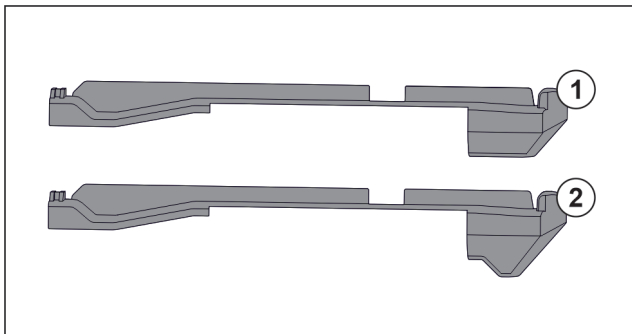

Fig. 123 Comparación de las piezas de acoplamiento
En el aparato hay dos piezas de acoplamiento distintas. La pieza de acoplamiento situada por encima del cajón inferior Fig. 123 (2) tiene un borde triangular. Todas las demás piezas de acoplamiento Fig. 123 (1) tienen un borde recto.
- ▶ Coloque la pieza de acoplamiento Fig. 123 (2) con borde triangular sobre el cajón inferior.
- ▶ Coloque las piezas de acoplamiento Fig. 123 (1) con borde recto en todas las demás posiciones.